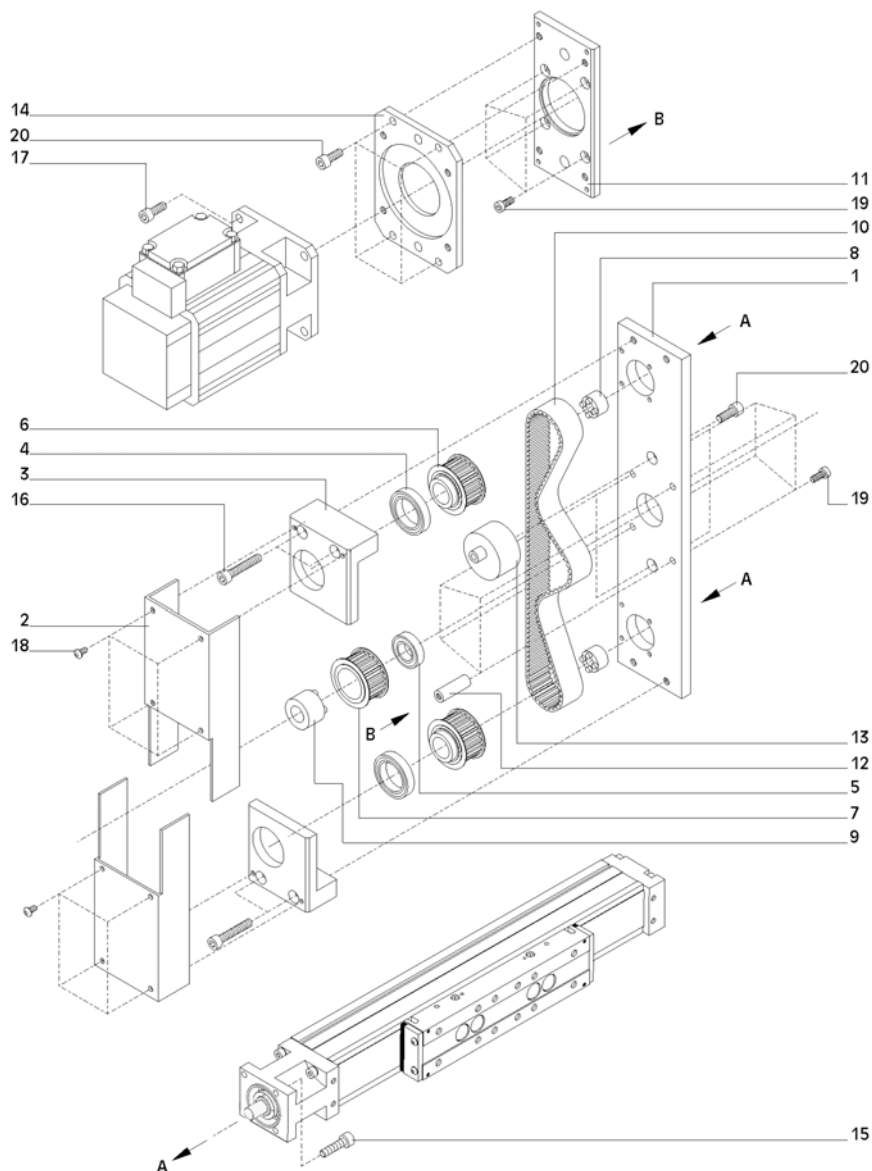

Figure 12: Transmission par courroie parallèle PRT40
1. **Figure 12:** Fixer les unités linéaires sur la plaque de base (1) avec les vis à tête cylindrique (15).
2. Fixer les disques synchrones (6) avec les jeux de serrage (8) sur les tourillons d'entraînement des unités linéaires (distance disque synchrone - plaque de base 1 mm .
3. Fixer les galets excentrés (13) sur la plaque de base avec deux vis à tête cylindrique (17), sans les serrer.
4. Mettre la courroie crantée (10) en place.
5. Fixer les supports de la butée (3) sur la plaque de base avec les vis à tête cylindrique (16).
6. Fixer la plaque de fixation (11) sur la plaque de base avec les goupilles (12) et huit vis à tête cylindrique (19).
7. Fixer le moteur sur la bride intermédiaire (14) avec quatre vis à tête cylindrique (20).
8. Fixer le disque synchrone (7) sur l'arbre du moteur avec le jeu de serrage (9) (distance disque synchrone - plaque de base 1 mm ; le couple de serrage des vis sur le jeu de serrage DKWN dépend du diamètre intérieur (voir le tableau au chapitre 10 " Caractéristiques ").
9. Introduire le moteur avec le disque synchrone dans la courroie crantée et fixer la bride intermédiaire sur la plaque de fixation avec quatre vis à tête cylindrique (20).
1. **Figure 12:** Tendre la courroie crantée à l'aide des galets tendeurs excentrés (couple de serrage des galets 6 Nm).
2. Fixer les tôles de recouvrement (2) avec les vis à tête bombée (18).